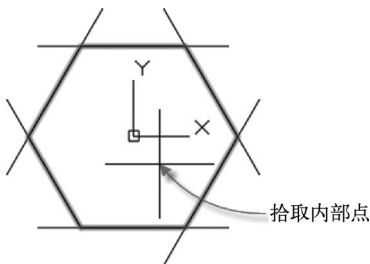

图 3-53 拾取内部点
④ 在“边界创建”对话框中单击“拾取点”按钮，在图 3-53 所示的图形封闭区域内任意单击一点以拾取内部点。
⑤ 按〈Enter〉键，可以从命令窗口的操作记录中看到操作结果为：“已提取 1 个环。已创建 1 个面域。BOUNDARY 已创建 1 个面域。”